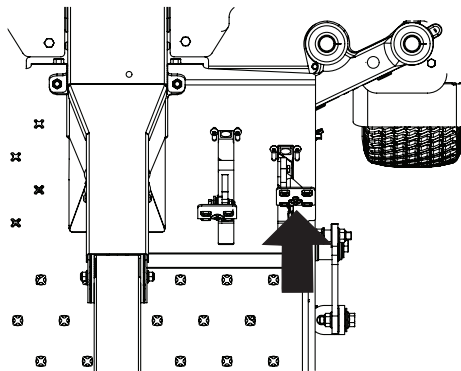

Figure 3-5
1. Appuyez doucement sur la pédale de marche arrière. L'appareil commencera à reculer. Voir Figure 3-5.